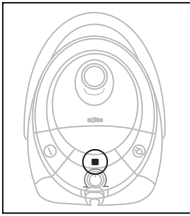

Fig.3
- 1 Cuando el indicador de llenado de bolsa (14) se ilumina, informa de la necesidad de cambiar la bolsa de papel por una nueva. Fig. 3